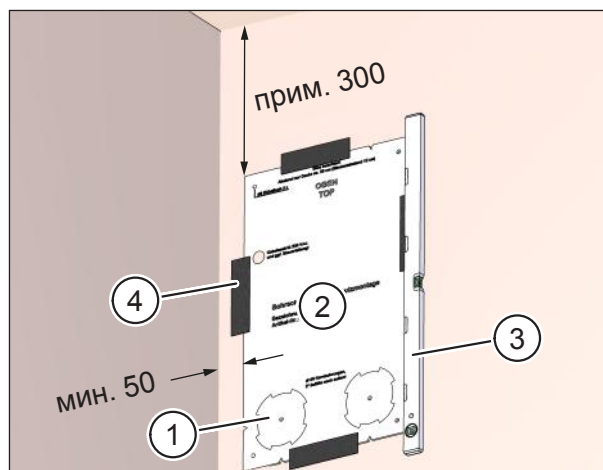

Рис. 14: наметить место расположения стержневых отверстий
- ▶ Выдавите предварительно заготовленные высечки (поз. 1 на рис. 14) для стержневых отверстий из сверлильного шаблона.
- ▶ Расположите сверлильный шаблон (поз. 2 на рис. 14) в месте монтажа на внутренней стене здания.
- ▶ С помощью водного уровня выровняйте положение сверлильного шаблона (см. поз. 3 на рис. 14).
- ▶ Зафиксируйте положение сверлильного шаблона с помощью клейкой ленты (поз. 4 на рис. 14).